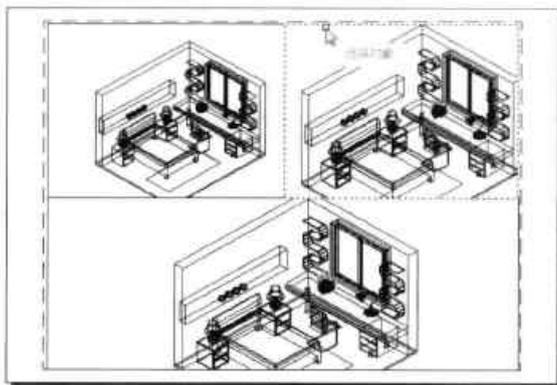

图10-38 选择锁定的视口
Step 02 执行“布局>布局视口>锁定”命令,选择要锁定的视口边框,被选中的边框用虚线表示,如图 10-38 所示。